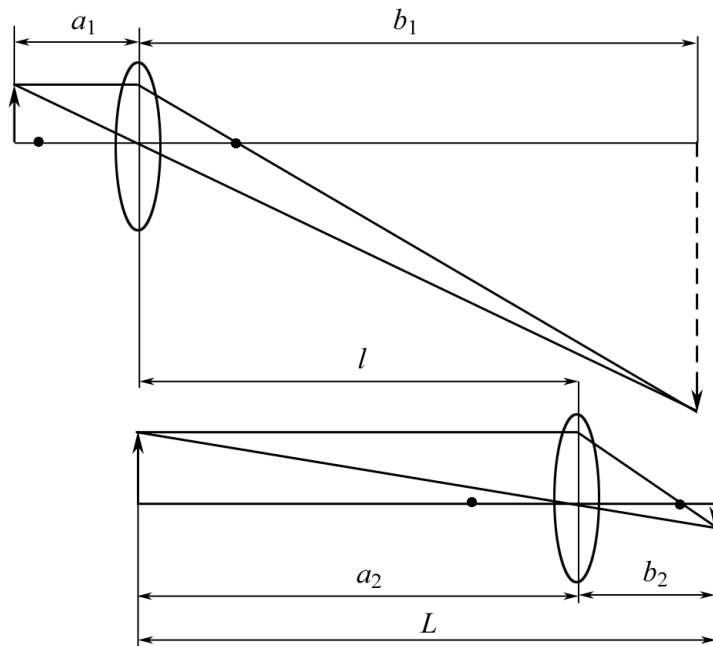

Рис. 4
Пусть расстояние между предметом и экраном превышает $4f$. Нетрудно убедиться, что в этом случае всегда найдутся два таких положения линзы (рис. 4), при которых на экране получают отчетливые изображения предмета (в одном случае увеличенное, в другом – уменьшенное). Поскольку в обоих случаях изображения предмета на экране получаются с помощью одной и той же линзы, то на основе формулы (1) можно записать
Но, как следует из рис. 4